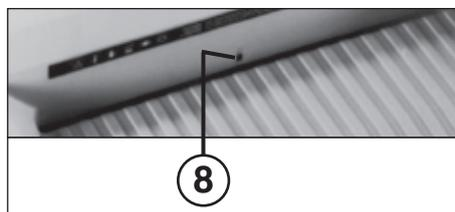

Рис. 3
- 8 = световой затвор (прямой ход) (рис. 3)**